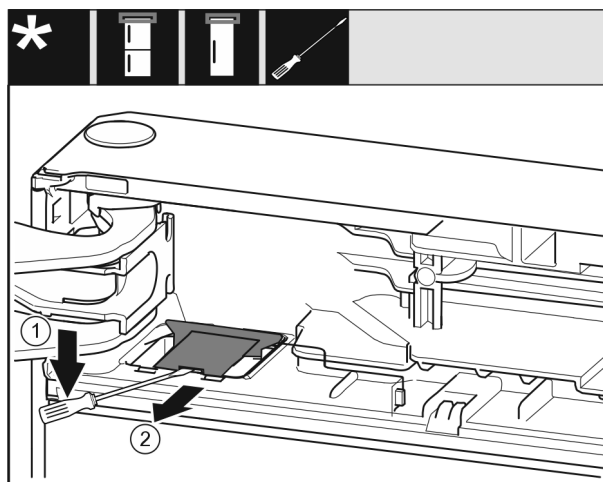

Fig. 13
- Plochým šroubovákem uvolněte kryt Fig. 13 (1).
- Vyjměte kryt Fig. 13 (2).